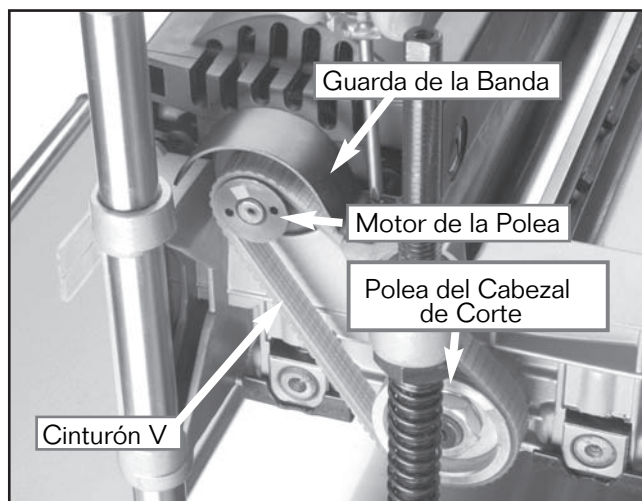

Figura 11. Componentes de arrastre del cabezal de corte.
2. Extraiga los 2 tornillos de cabeza Phillips que sujetan la guarda de la banda que se muestra en la **Figura 11** y sáquela.